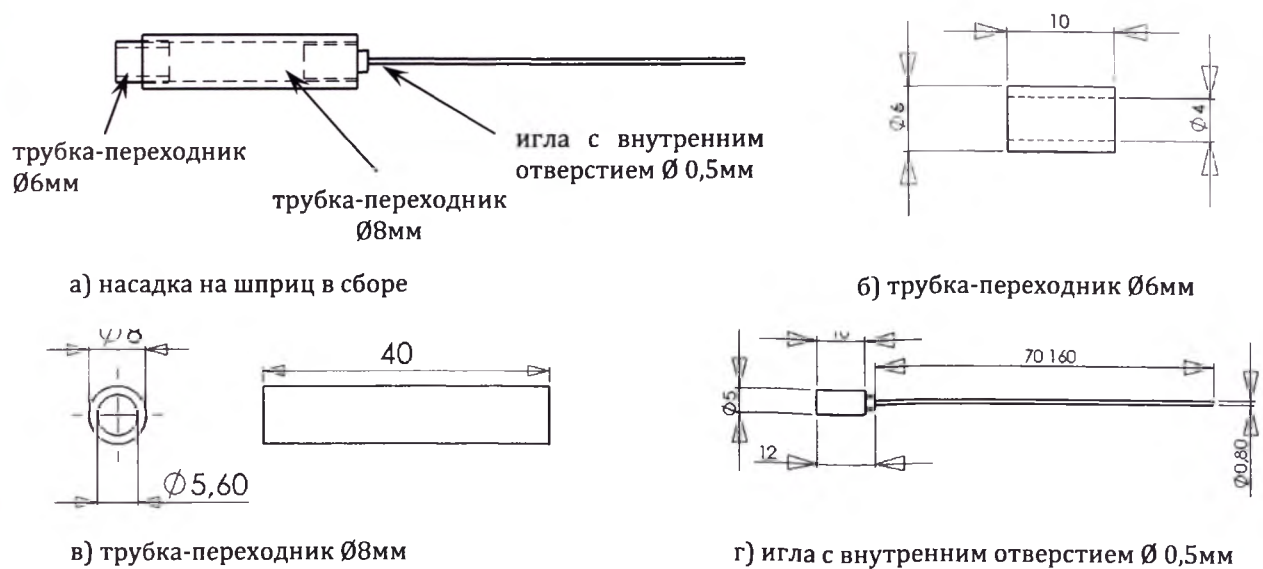

Рисунок 6.1 – Насадка на шприц
6.2.9. В кожух НИ с помощью шприца и насадки на шприц (рис. 6.1) ввести 0,1 мл раствора NaCl 0,9% комнатной температуры.